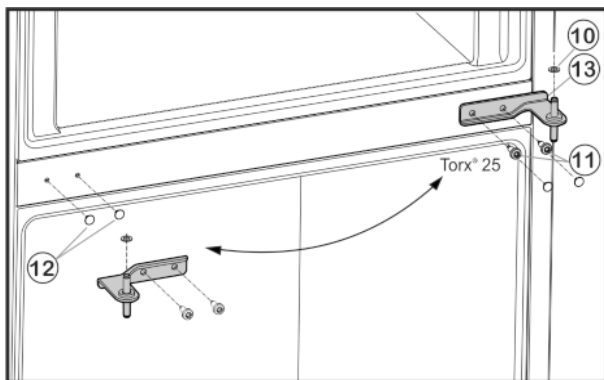

Fig. 5
- Sejměte opatrně kryty *Fig. 5 (12)* a na protější straně je opět nasad'te.